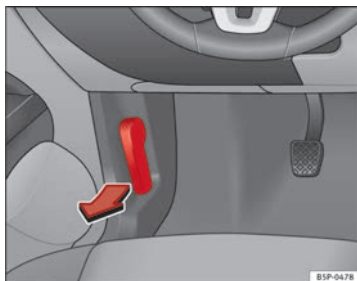

Fig. 165 Dettaglio del vano piedi sul lato del conducente: leva per l'apertura del cofano del vano motore.
- Tirare la leva situata sotto il cruscotto ⇒ fig. 165 nella direzione indicata dalla freccia. Il cofano si sblocca sotto la spinta di una molla ⇒ ⚠.